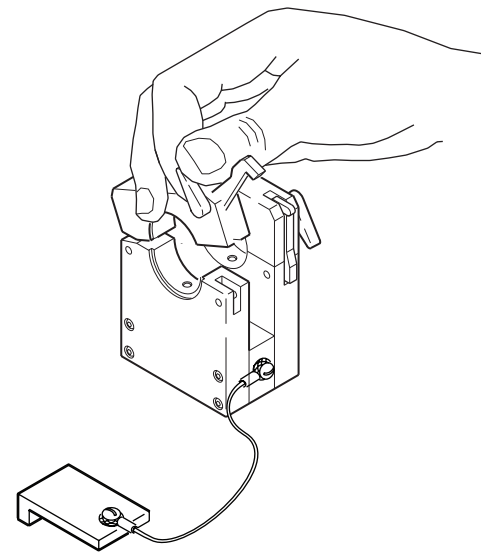

Abbildung 12 Öffnen des Spannblocks
2. Die Spannfutterhälften in der oberen und der unteren Seitenplatte einsetzen und die Spannfutterschrauben festziehen. Sicherstellen, dass die Spannbacke bündig mit der Seitenplatte abschließt. Siehe Abbildung 12.